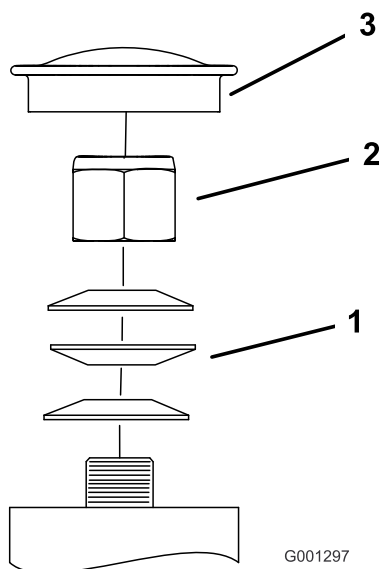

Figure 59
3. Retirez le capuchon antipoussière de la roue pivotante et serrez le contre-écrou (Figure 59).
4. Continuez de le serrer jusqu'à ce que les rondelles élastiques soient aplaties, puis desserrez-le de 1/4 de tour pour obtenir la précharge correcte des roulements (Figure 59).
Important: Veillez à placer les rondelles comme illustré (Figure 59).
5. Remettez le capuchon antipoussière en place (Figure 59).